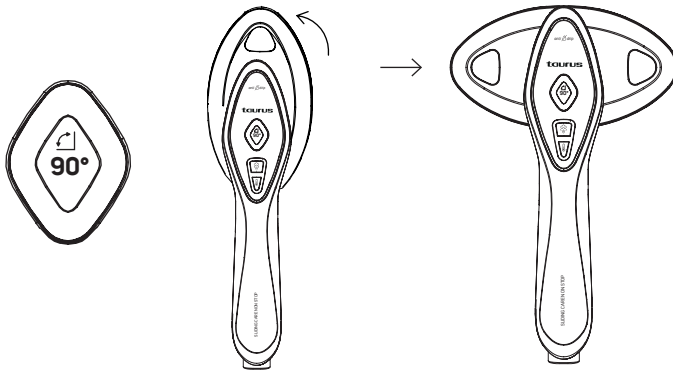

Fig.11
- Dispositivo de seguridad de liberación de presión (Fig 11)